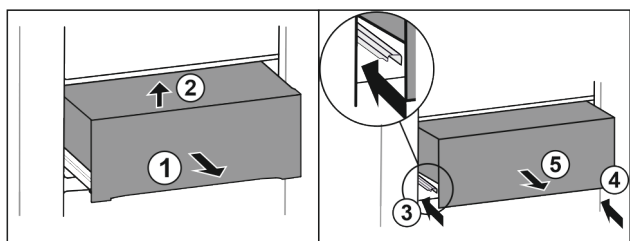

Fig. 35*
- Вытяните выдвижной ящик наполовину Fig. 35 (1).*
- Приподнимите спереди Fig. 35 (2).*
- Вставьте левую направляющую Fig. 35 (3).*
- Вставьте правую направляющую Fig. 35 (4).*
- Извлеките выдвижной ящик движением вперед Fig. 35 (5).*